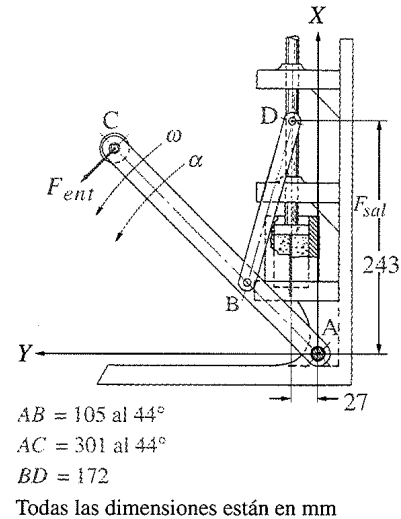

FIGURA P6-18 Problema 6-55 De P. H. Hill y W. P. Rule (1960). Mechanisms: Analysis and Design, con permiso
*6-55 La figura P6-18 muestra un mecanismo compactador de polvos.